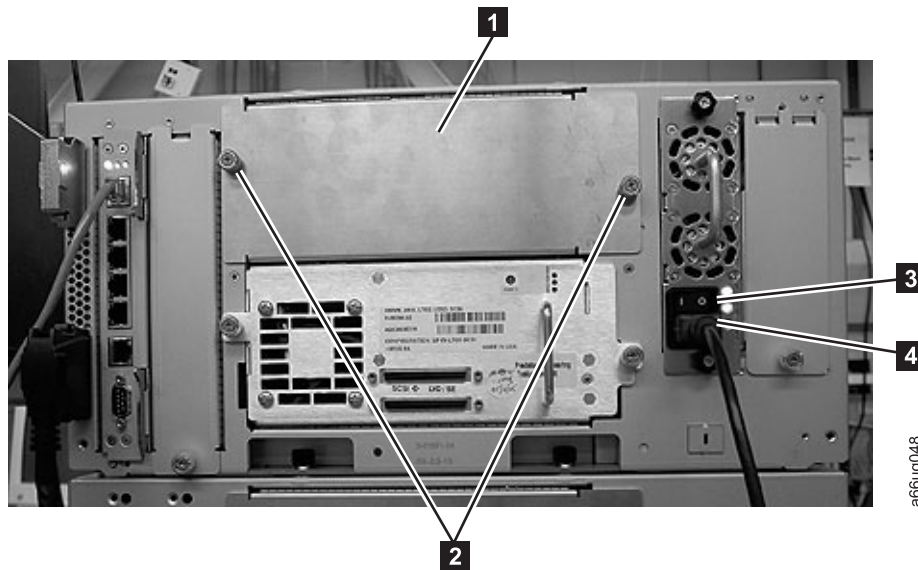

Figura 11-3. Módulo de controle com uma unidade SCSI e uma placa de cobertura
Atenção: Primeiro, desconecte o cabo de alimentação da origem de alimentação. Em seguida, desconecte o cabo de alimentação do receptáculo da fonte de alimentação (**4** na Figura 11-3).
- a. Localize o slot de unidade vazio do módulo. Desconecte a tampa de cobertura sobre o slot da unidade girando os dois parafusos de aperto manual (**2** na Figura 11-3) no sentido anti-horário para soltá-los e, em seguida, removendo a placa de cobertura (**1**).